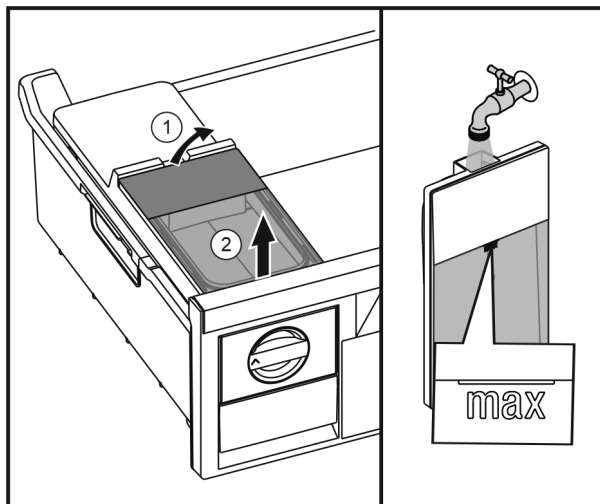

Fig. 38
- ▶ Levantar el depósito de agua por detrás Fig. 38 (1) y extraerlo hacia arriba Fig. 38 (2).